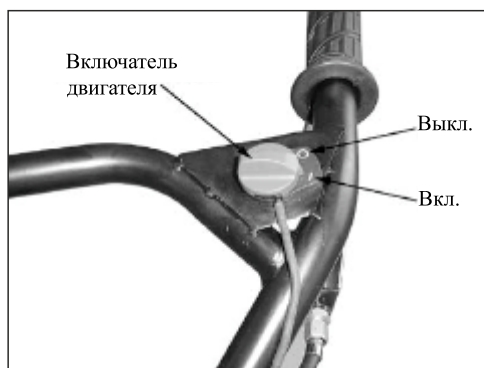

Рис. 18
- Перед запуском двигателя убедитесь, что выключатель находится в положении "I" (вкл) (рис. 18).